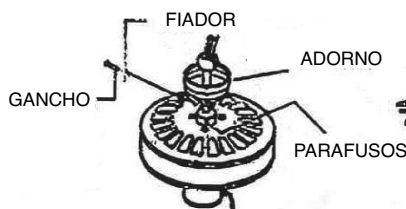

FIGURA 2
3. Ao efectuar a inserção da cana, alinhe os orifícios para permitir uma correcta fixação. É importante uma colocação correcta com o fim de eliminar transmissões de vibrações (Figura 2).